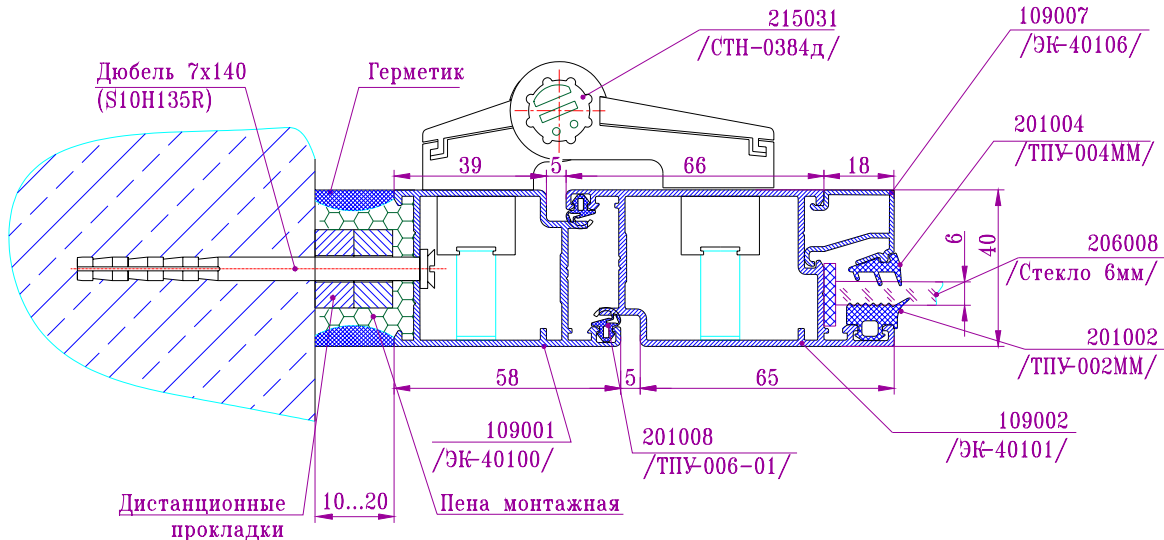

Рис.7-9 Узел крепления дверей дюбелями
- Зафиксировать косяк двери дюбелями (рис.7-9);